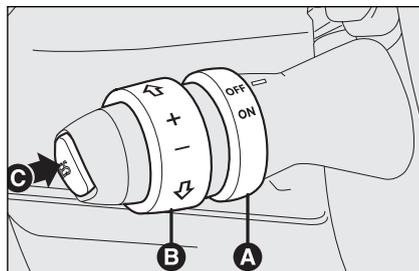

fig. 56
Tourner la bague **A**-fig. 56 en position **ON**.
- tourner la bague **A**-fig. 56 sur **ON** et en écrasant sur la pédale de l'accélérateur, porter la voiture à la vitesse souhaitée;
- appuyer sur le bouton **C-fig. 56**.
- en tournant momentanément la bague **B-fig. 56** sur (+).
- en maintenant la bague **B-fig. 56** tournée sur (-) jusqu'à atteindre la nouvelle vitesse qui restera automatiquement mémorisée.
Tourner la bague **A-fig. 56** sur **OFF** ou la clé de contact sur **STOP**. En outre, le dispositif est automatiquement désenclenché dans les cas suivants:
*En cas de mauvais fonctionnement ou en cas d'avarie du dispositif, tourner la bague **A-fig. 56** sur **OFF** et s'adresse au Réseau Après-vente Fiat après avoir contrôlé l'intégrité du fusible de protection.*